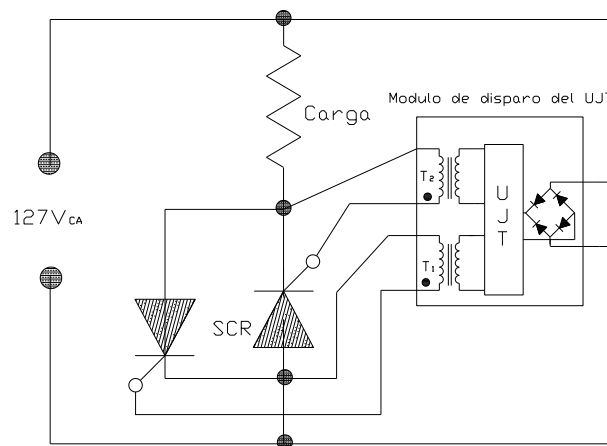

figura 5.6: Circuito de un rectificador monofásico de onda completa con SCR
8. Mediante el módulo de rectificación universal y el módulo de disparo *UJT* arme el circuito de la figura 5.6.